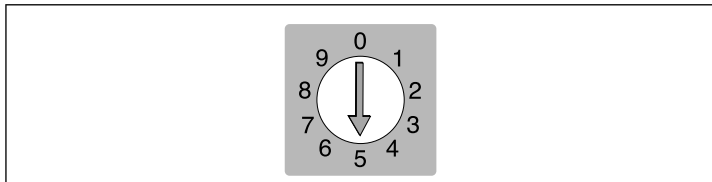

Figura 3: Selettore di indirizzo SCSI
- A Selettore indirizzo SCSI:** per assegnare un indirizzo, utilizzate un cacciavite per orientare la freccia verso un numero di indirizzo. Usate solo 0, 1, 2, 3, 4, 5, o 6. Non usate 7, 8, o 9. Vedi illustrazione dettagliata nella Figura 3.
4. **IMPORTANTE:** Sulla parte posteriore dello scanner vi è un piccolo quadrante che serve ad impostare l'indirizzo SCSI per lo scanner (vedi Figura 3). Assicuratevi che a ciascun dispositivo nella catena SCSI sia stato assegnato un indirizzo SCSI diverso. Se necessario, utilizzate un piccolo cacciavite per regolare la rotella in modo tale che sia orientata verso un nuovo indirizzo per lo scanner. Utilizzate solo 0, 1, 2, 3, 4, 5, o 6. Non utilizzate 7, 8, o 9.